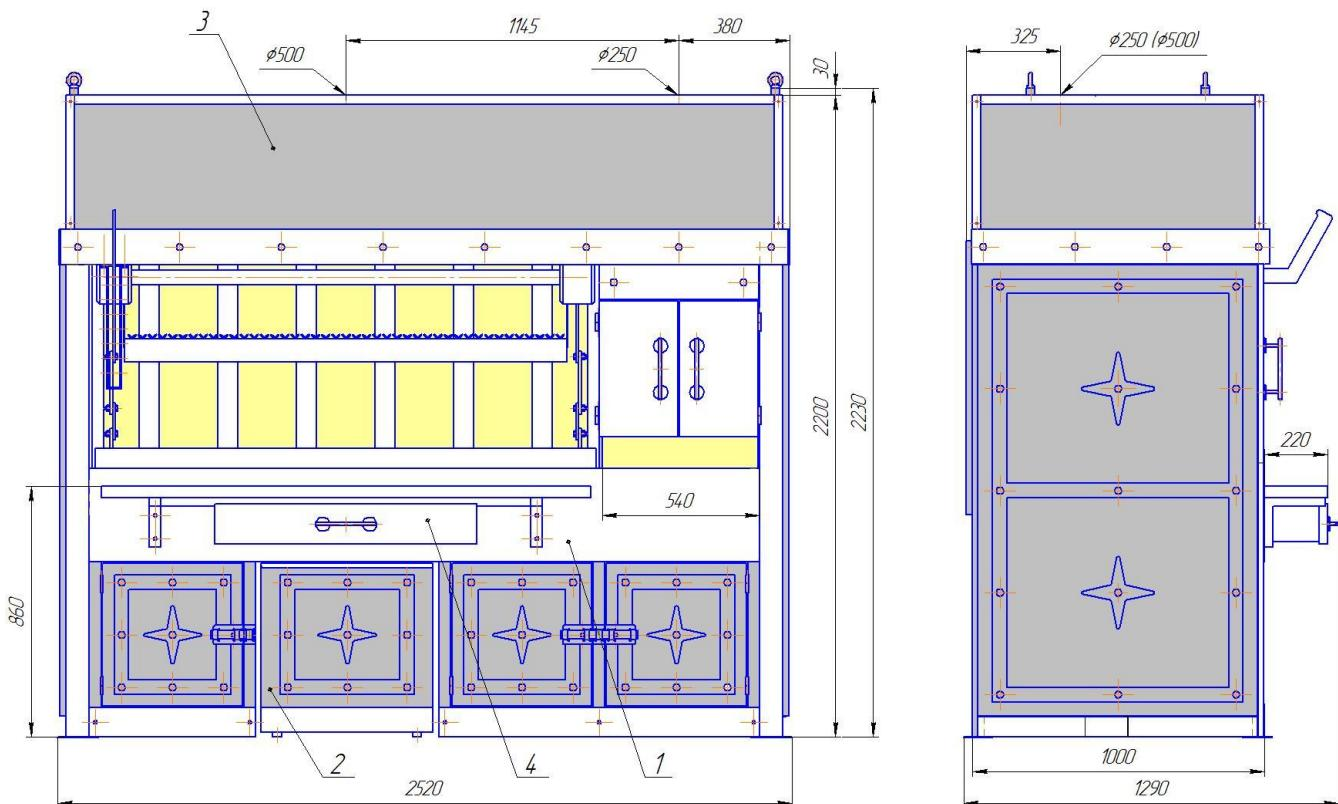
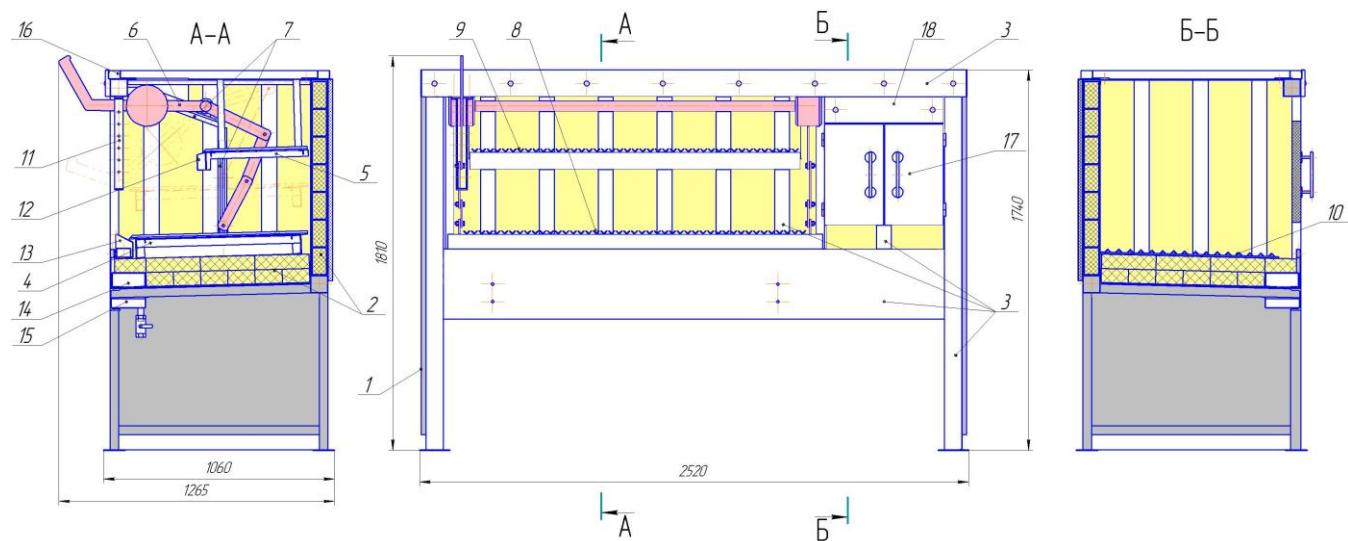
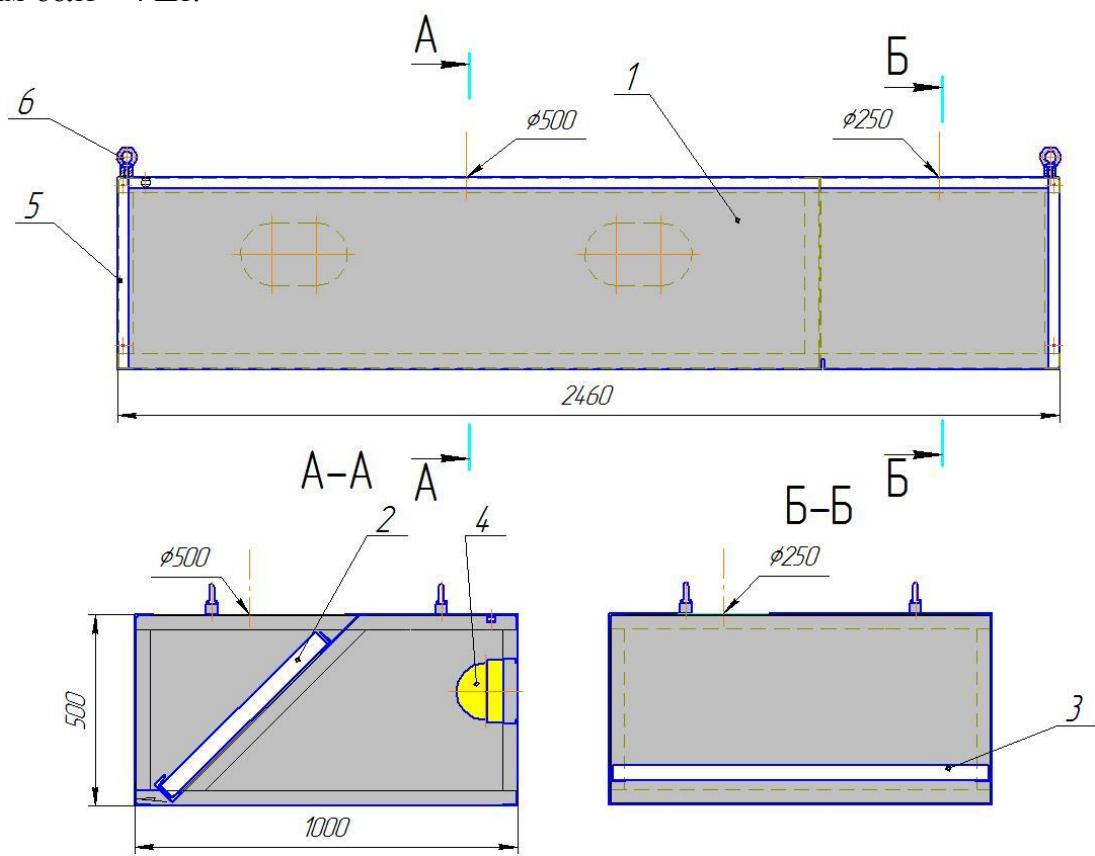

Рис. 1. Устройство гриля
Рис. 2. Устройство корпуса.
Рис. 4. Устройство зонта.
Гриль состоит из следующих основных элементов (см. рис.1):
Корпус состоит из следующих основных элементов (см. рис.2):
Зонт состоит из следующих основных частей (см. рис.4):
В топку, расположенную в правой части гриля, которая закрывается дверками (рис.2, поз.17), засыпается уголь. В топке уголь поджигается оператором. Тепло отводится через правую часть зонта (рис.1,поз 7), при этом искры гасятся фильтрами-искрогасителями (рис.4,поз 3).
По мере выгорания, уголь распределяется оператором в левую часть гриля под нижнюю платформу (рис.2, поз.4). При этом нижнюю платформу приподнимают вручную оператором вертикально с помощью механизма подъема (рис.2, поз 6) на некоторую высоту и стопорят с помощью фиксатора, закрепленного на стойке регулировочной (рис.2, поз.11). На нижней платформе установлены нижние решетки (рис.2,поз.8), на которых непосредственно и происходит приготовление продукта (мяса). Излишки жира стекают по желобам уголков решеток в нижний жироусборник с перфорированной решеткой (рис.2, поз 13).
Над нижней платформой подвешена верхняя платформа (рис.2, поз.5), с расположеннымными на ней решетками (рис.2, поз.9). На верхних решетках происходит непосредственное временное хранение приготовленного продукта. Верхняя платформа также оборудована съемным жироусборником (рис.2, поз.12). Тепло и все испарения отводятся через левую часть зонта (рис.1, поз.3), оборудованным съемными фильтрами жироуловителями (рис. 4, поз.2). В левой части зонта расположены два светильника (рис.4, поз.4), предназначенных для освещения рабочей зоны.
Стекающий жир с фильтров жироуловителей накапливается в коробчатом лотке (рис.2, поз.16). По мере необходимости излишки жира сливаются через патрубок с вентилем.
На фасадной части гриля закреплен кронштейн со съемной столешницей (рис.1, поз.4). В кронштейне установлен выдвижной ящик, предназначенный для хранения инвентаря.
Гриль оборудован системой слива воды во время его непосредственной мойки. А именно: под кирпичами верхнего ряда горизонтальной кладки расположен перфорированный вкладыш (рис.2, поз.14), через который вода стекает в лоток, оборудованный вентилем (рис.2, поз.15).
5. Ближние полки вертикальных ручьев и окна под установку кирпича закрыть декоративными накладками (рис.2, поз.3), которые закрепить на вытяжных заклепках.
6. Установить на дно основания гриля перфорированный вкладыш (рис.2, поз.14).
8. Установить все снятые в п.3 элементы на своё место. Особое внимание обратить на плавность перемещения механизмов подъема нижней платформы (рис.2, поз.6). Перемещение должны быть без заеданий и заклинивания. При необходимости отрегулировать его положение, ослабив болты крепления и соосно выставив кронштейны (рис.2, поз.7) относительно штанги подъемного механизма. Далее затянуть все болты механизма. Смазать направляющие кронштейнов (рис.2, поз.6) термостойкой антизадирной смазкой.